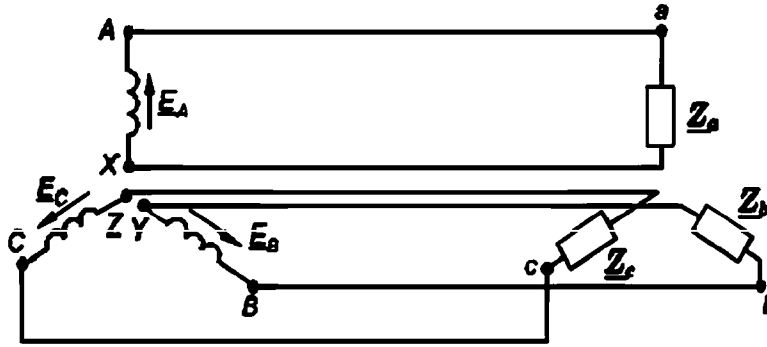

Рис. 1.25. Схема несвязанной трехфазной электрической цепи
- 4.1. Собрать несвязанную трехфазную электрическую цепь по схеме на рис. 1.25. Настройка напряжения фаз блока питания трехфазной цепи осуществляется соответствующими тумблерами блока.